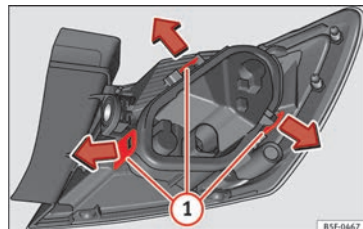

Abb. 219 Befestigungslaschen Rückseite Heckleuchte.
- Bauen Sie den Lampenträger » **Abb. 219** aus, indem Sie die Befestigungslaschen (1) entriegeln.